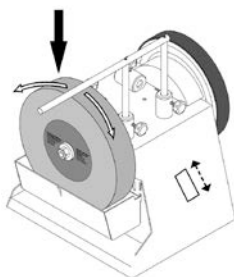

Fig. 4
- 2.1 Installez à la verticale pour meuler contre le sens de rotation de la meule (fig. 4).